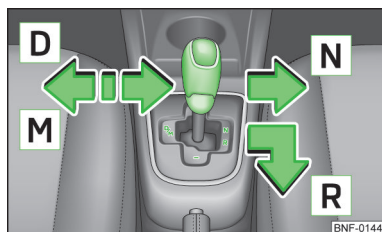

Fig. 72
- Tryk gearvælgeren til den fjedrede position i pilens retning » Fig. 72 på side 68, og vælg position **D**.
- Flyt gearvælgeren mod højre » Fig. 72 på side 68 i pilens retning til position **N**.